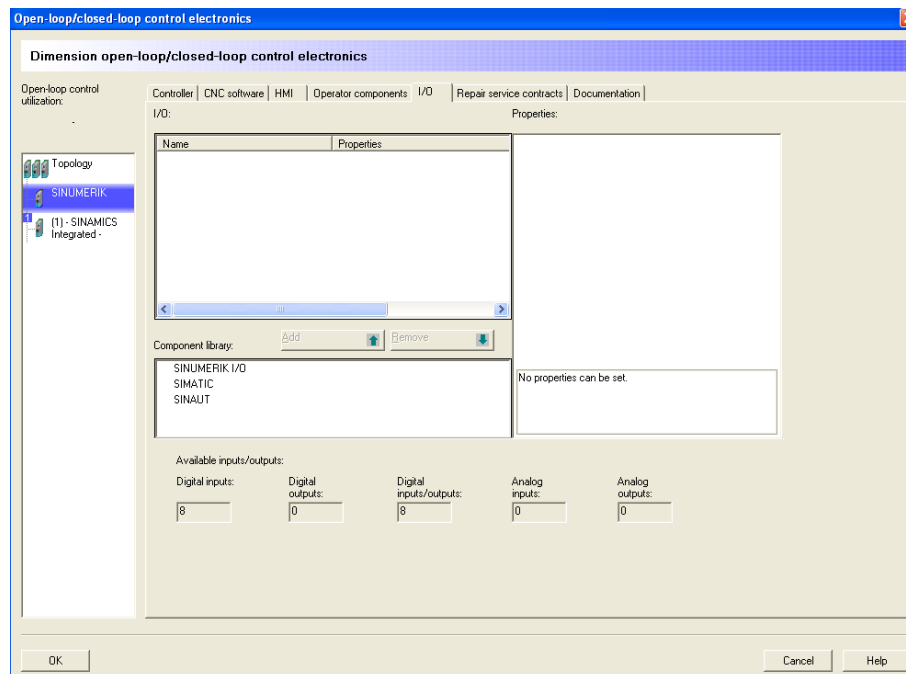

Figura 3.2.120 “I/O”
- *I/O* (figura 3.2.120): en esta pestaña Sizer ofrece la posibilidad de incluir un módulo de entradas y salidas para el controlador. Como se puede observar en la parte inferior de la figura 3.2.120, el controlador ya dispone de ocho canales de entrada y de otros ocho canales que pueden actuar tanto de entrada como de salida.